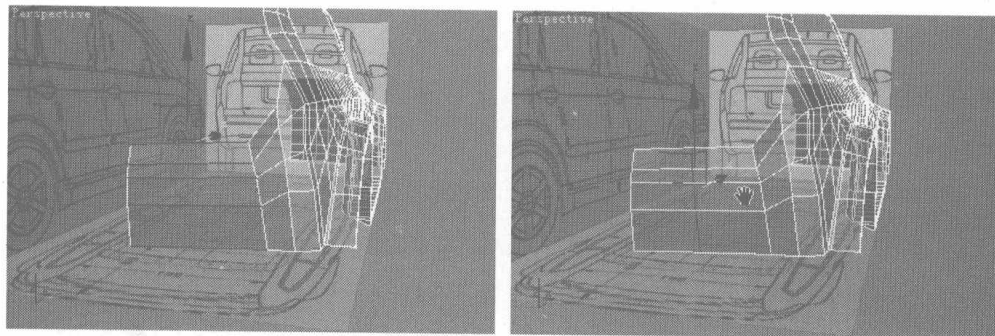
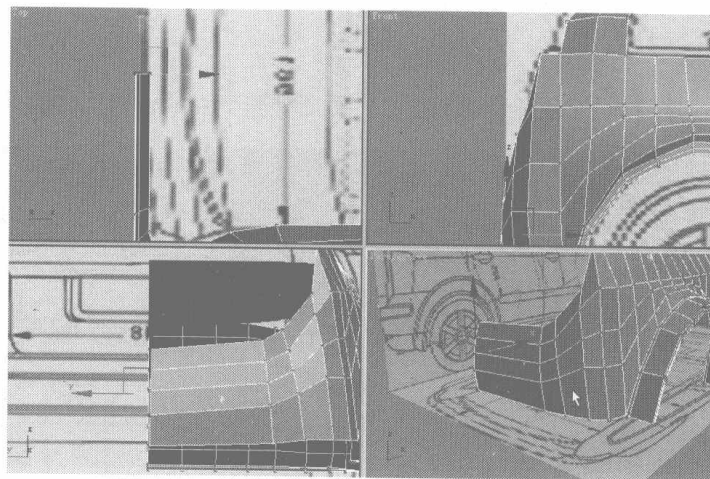

图 7.85
图 7.86
- 41** 选择车尾的一排曲线，单击 **Connect** 按钮，添加一条曲线，如图 7.85 所示。将节点调整到如图 7.86 所示的位置。